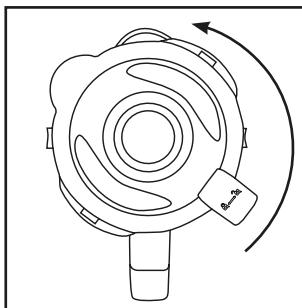
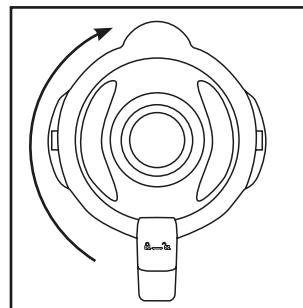

Bild 1
Bild 2
- 1) Vrid mixerbehållaren ③ motsols tills pilen ▼ under mixerbehållarens handtag hamnar ovanför läge ↗. Lyft mixerbehållaren ③ rakt uppåt för att ta av den från motorblocket ⑥.
- 2) Ta av locket ② genom att vrida det motsols mot läge ↗ (se bild 1) tills det lossnar och kan tas av.
- 3) Fyll mixerbehållaren ③.
- 4) Sätt sedan tillbaka locket ② med samma försiktjutning på mixerbehållaren ③ och tryck fast det. Stäng locket ② genom att vrida det medsols till läge ↗ tills det klickar fast (se bild 2). Kontrollera att mixerbehållarens ③ pip är stängd. Motorn startar bara om locket ② sluter helt tätt.